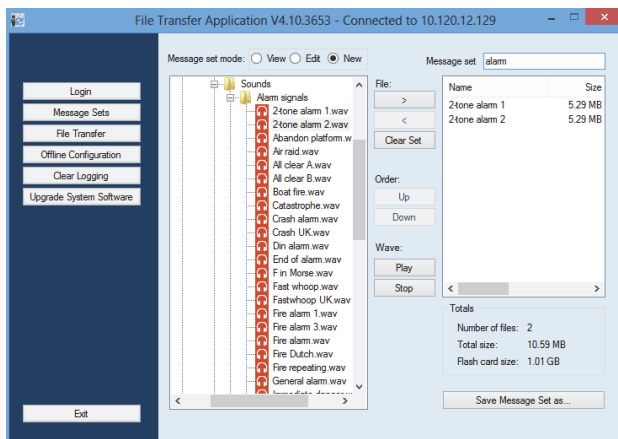

figura 45.9: Criar uma unidade de mensagens
- 2 Na aplicação *File Transfer*, clique no botão *Message Sets*. Aparece um ecrã semelhante ao da figura 45.9.